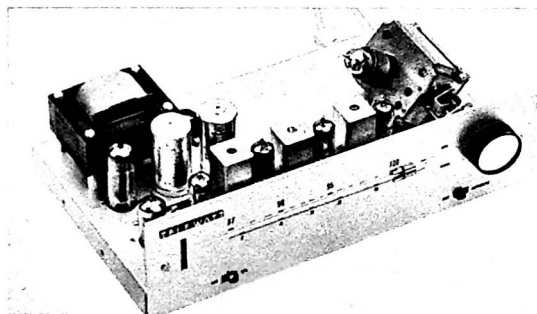

Bild 1. Hi-Fi-UKW-Tuner „FM-10“ (Klein + Hummel)
UKW-Vorsatzempfänger, zum Teil in kommerzieller Ausführung, bietet beispielsweise *Nogoton* an. Einen recht interessanten UKW-Vorsatzempfänger zeigte auf der letzten Hannover-Messe *Klein + Hummel* als Typ „FM-10“ (Bild 1), einen mit 8 Röhren und einem Selengleichrichter bestückten 11-Kreis-Super mit abschaltbarer automatischer Scharfabstimmung (Fangbereich  $\pm 200$  kHz). Er hat bei 20 dB Rauschabstand  $4 \mu\text{V}$  Empfindlichkeit und eine bereits bei  $2,5 \mu\text{V}$  einsetzende wirkungsvolle Begrenzung. Die NF-Spannung hinter dem zweistufigen NF-Verstärker mit Katodenfolger-Ausgang ist im Frequenzbereich  $20 \dots 20\,000 \text{ Hz} \pm 1 \text{ dB}$  linear; der Klirrfaktor für 500 mV Ausgangsspannung ist nur 0,1 %. Dieser Vorsatzempfänger ist zu einem um etwa 30 % niedrigeren Preis auch als vorabgeglichener Bausatz erhältlich – ein Vorteil, den mancher Hi-Fi-Bastler gern ausnützen wird. Als AM/FM-Vorsatzempfänger seien auch noch die Bausteine „HF 1“ und „HF 2“ aus der *Grundig*-Bausteinserie erwähnt, die neben dem HF-Teil auch die NF-Vorstufe mit den Klangregelnetzwerken enthalten. Der 9-11-Kreis-Tuner „A 5 X 83 A“ von *Philips* hat die Wellenbereiche U2KML und Katodenfolger-Ausgangsstufe (1).